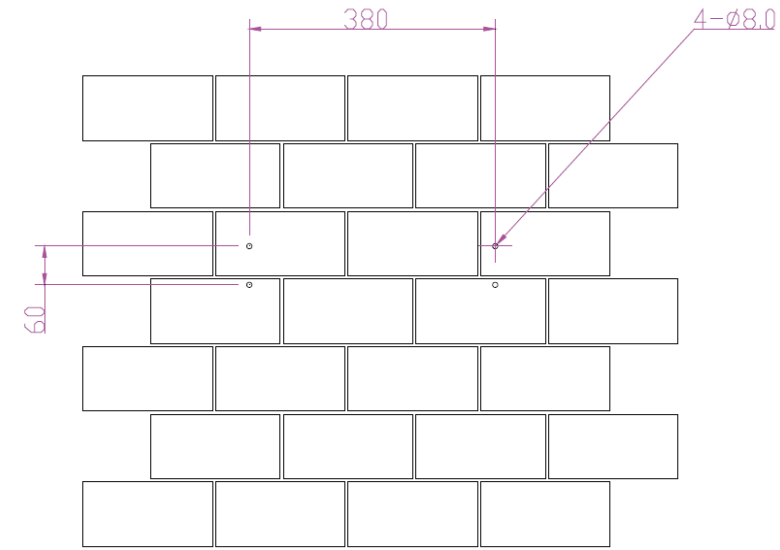

Figure 3.4
- Percez 4 trous dans le mur (en conformité avec la position marquée à la Figure 3.4), puis placez les tubes d'expansion dans les trous à l'aide d'un maillet en caoutchouc.